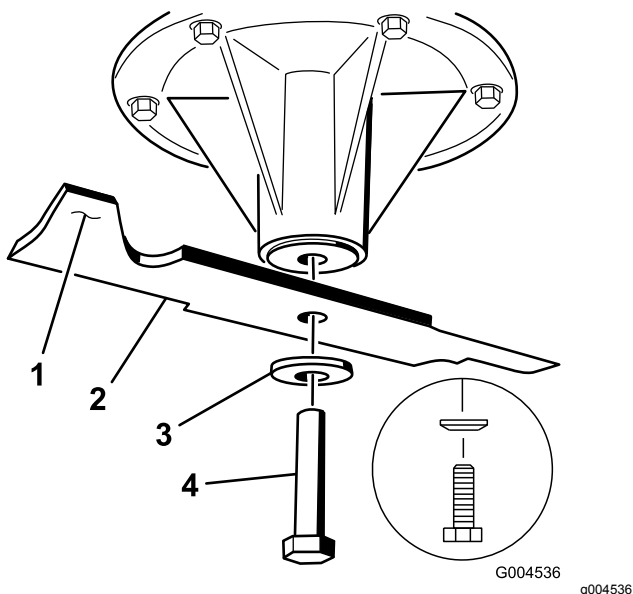

Figure 99
1. Placez la lame sur l'axe (Figure 99).
2. Mettez en place la rondelle élastique et le boulon de la lame (Figure 99).
**Remarque:** Le cône de la rondelle élastique doit être dirigé vers la tête du boulon (Figure 99).